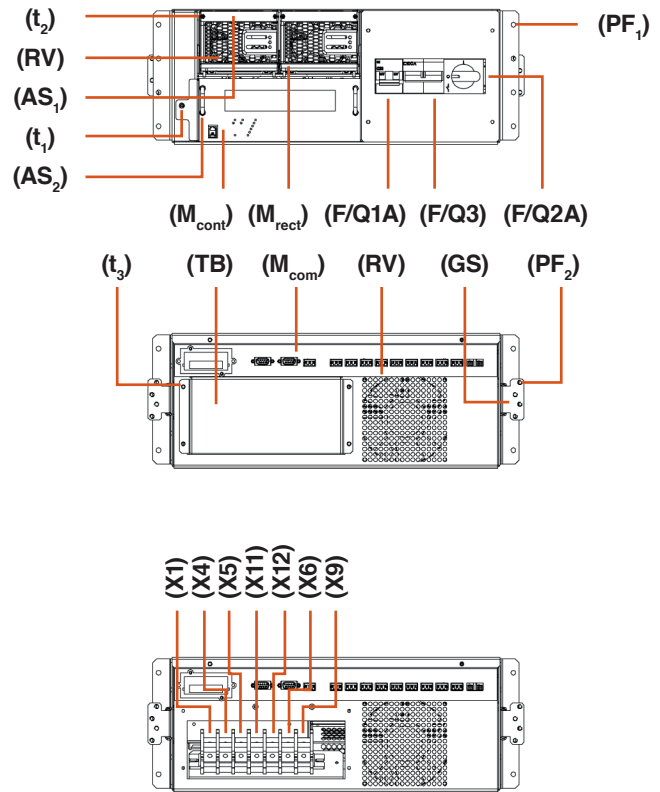

Fig. 2. Vista subrack de 19" y 4U de altura.
La estructura básica y mínima del sistema DC Power-S será en versión en subrack (Ver Fig. 2) y estará compuesta por:
- En Subrack de 19". Con una altura de 4 U y diseñado para su instalación en el interior de un armario mediante las guías de fijación (Ver Fig. 2).